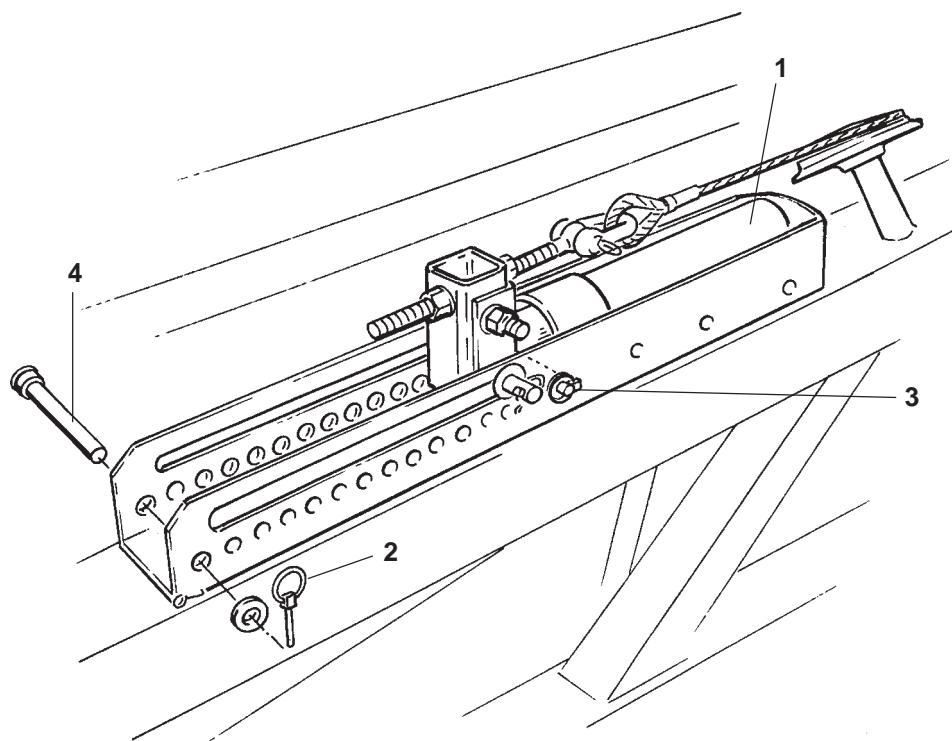
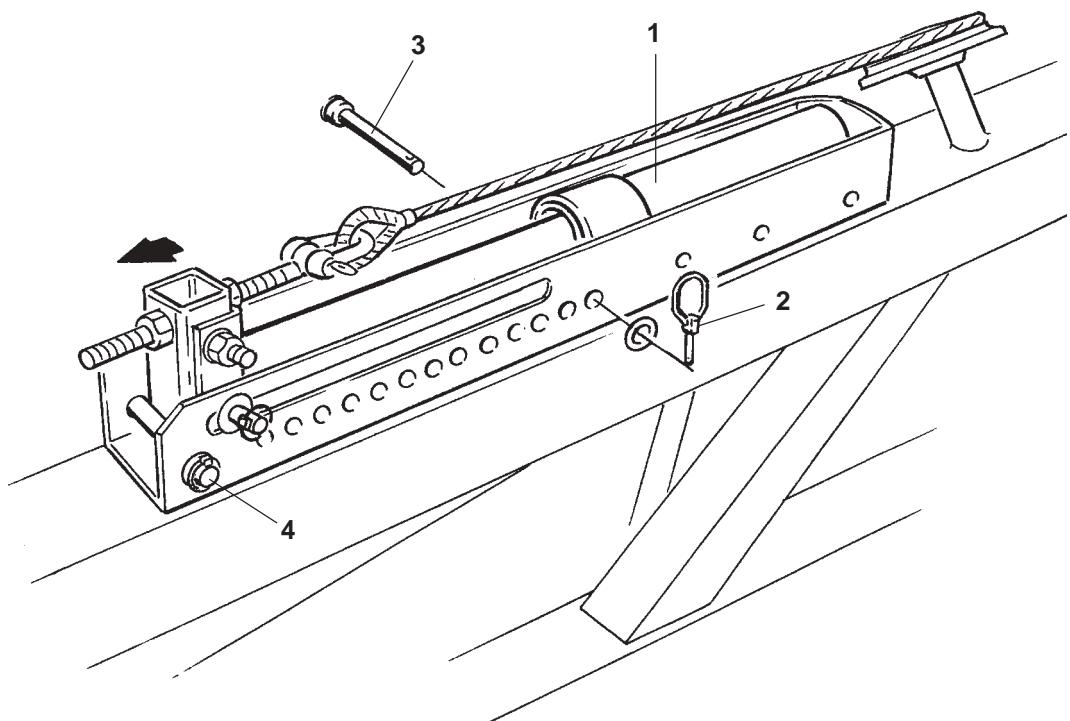

Рис. 9.1
Рис. 9.2
При смене нормальной почвы на тяжелую и наоборот давление сошника переставляется при помощи гидравлического цилиндра (Рис. 9.1/1), который управляет при помощи клапана управления простого действия из кабины трактора.
При поставке механизм регулировки установлен на Вашей сеялке, а также подключен гидроцилиндр (Рис. 9.1/1) к "присоединительному элементу II".
Два пальца (Рис. 9.1/3 и Рис. 9.2/4) устанавливают в сегмент регулировки в качестве упора гидравлического цилиндра (Рис. 9.1/1). Упор гидравлического цилиндра лежит на пальце (Рис. 9.1/3), если цилиндр не находится под давлением, и на пальце (Рис. 9.2/4), если гидравлический цилиндр находится под давлением.
- Подать давление в гидравлический цилиндр (Рис. 9.2/1).
- Вставить палец (Рис. 9.2/3) в отверстие сегмента регулировки и зафиксировать при помощи откидного шплинта (Рис. 9.2/2).
Минимальное давление устанавливается в том случае, если вынуть пальцы как показано на Рис. 9.2/3.
- Уберите давление из гидравлического цилиндра (Рис. 9.1/1).
- Вставьте палец (Рис. 9.1/4) в отверстие в сегмента регулировки и зафиксируйте при помощи откидного шплинта (Рис. 9.1/4), как показано на рисунке.